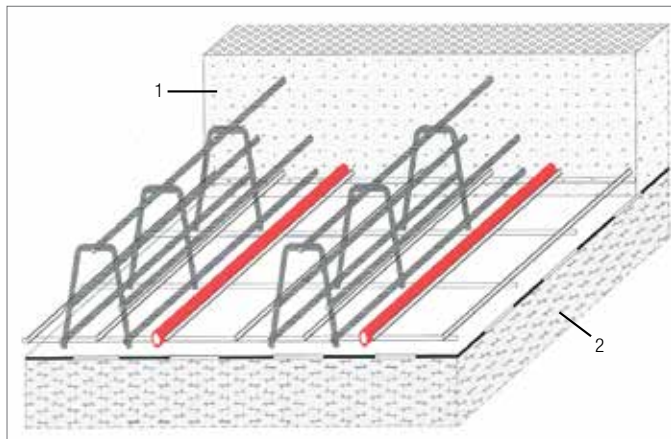

图31-8 钢架楼板：在下层钢筋架安装加热管的标准施工方式
- 对于钢架结构的楼板，下层钢筋通常可以用作管架，即直接用瑞好电缆扎带将加热管固定在下层钢筋架上。只有在这之后才能组装间隔筐和上层钢筋架。这种标准的安装方案（见图31-8）具有许多优点：